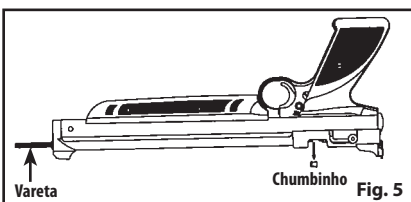

Fig. 5
3. Com o ferrolho na posição aberta, introduza uma vareta (vendida em separado) na boca do cano e suavemente empurre o chumbo encastrado até ao orifício de carregamento do chumbo (em frente ao ferrolho) (Fig. 5).